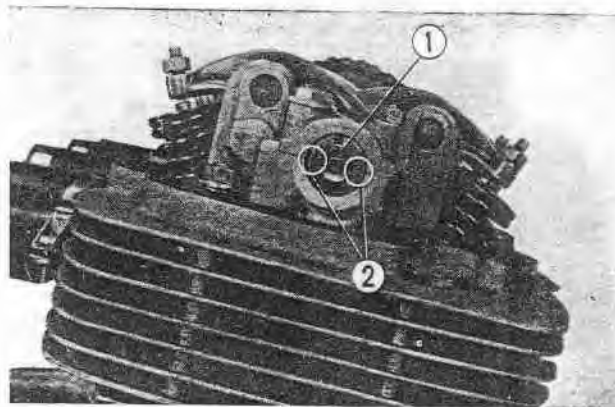

Fig. 3-23 ① Arbre à cames
3. Faire tourner le vilebrequin pour disposer la ligne de réglage de la distribution (côté pignon de compte-tours) de façon qu'elle se trouve parallèle à la face d'appui de la culasse (la rainure de clavette vers le haut), puis enlever le bouchon de retenue de l'arbre à cames (Fig. 3-23)